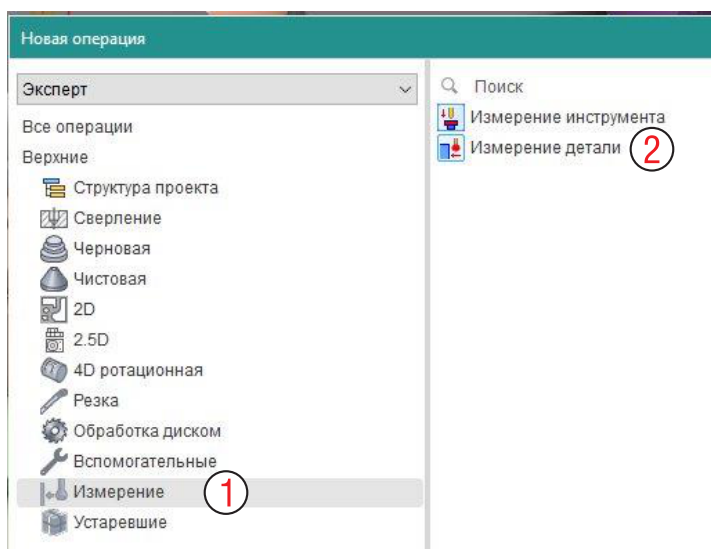

Рис. 15-4. Операция измерения детали в меню.
Выберите деталь Part1. Создайте новую операцию, в окне слева выберите **Измерения** (1 на рис. 15-4). В окне справа будут показаны доступные операции. Задайте **Измерение детали** (2) и нажмите на кнопку **Создать**.